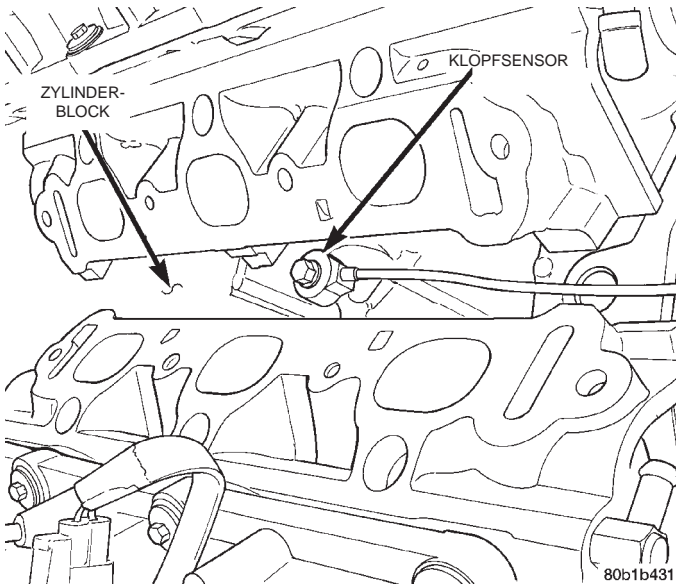

Abb. 35 Klopfsensor — 3.5L-Motor
(1) Ansaugluftsammler und Ansaugkrümmer abbauen. Näheres hierzu siehe Kapitel 11, "Auspuffanlage und Ansaugkrümmer".
(2) Steckverbinder des Klopfensors abziehen (Abb. 35).